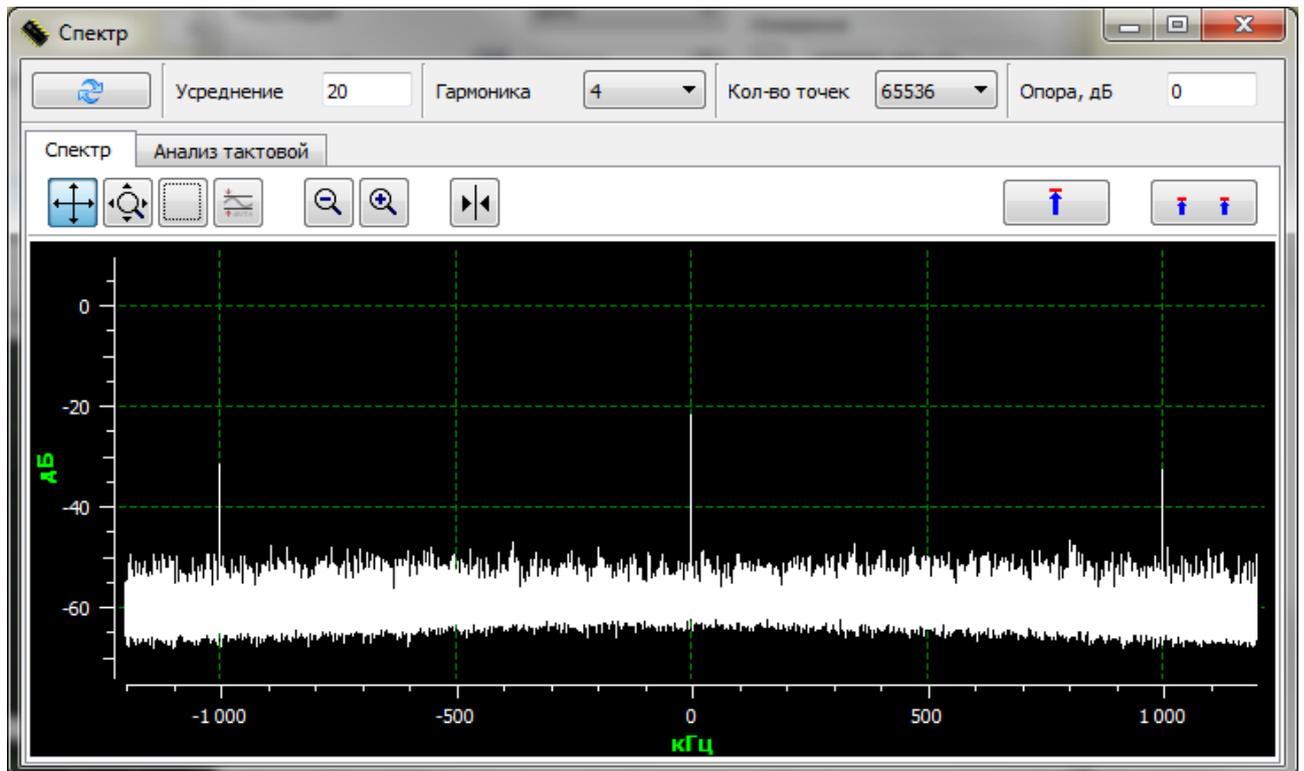

Рис. 30
- «Спектр» - открывает окно просмотра комплексного спектра сигнала (рис. 30).